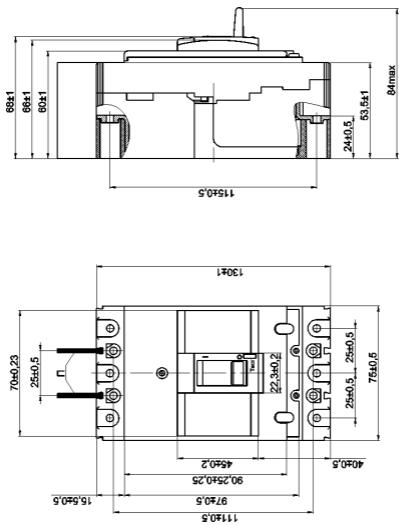

Рисунок 6 – Габаритные, установочные и присоединительные размеры выключателей
5) вставить межполюсные перегородки **П** в пазы (рисунок 6).